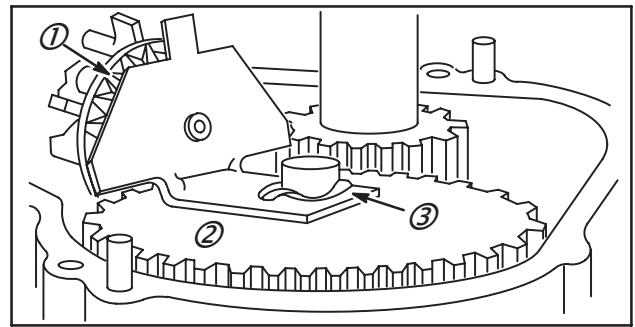

Fig. 15
NOTE : Les Modèles 100900, 130700, 131700, et 130900 possèdent une rondelle ressort (3) sur l'arbre à cames (2) comme indiqué en Fig. 15. Les Modèles 130780, 130980, 131780, et 132980 n'en possèdent pas.